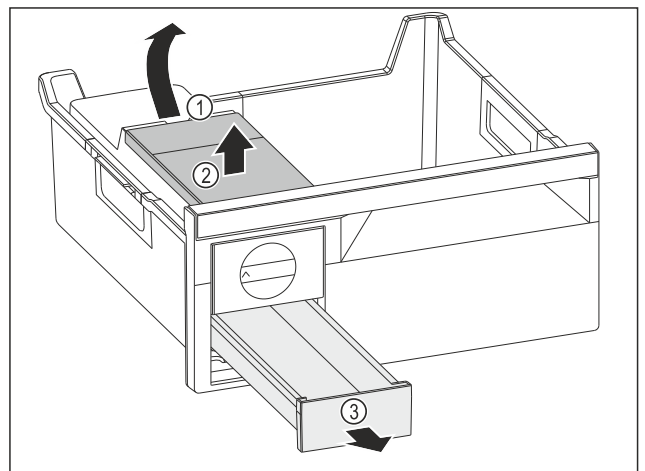

Fig. 171
- ▶ Vesisäiliön poistaminen: Nosta vesisäiliötä syvennyksestä Fig. 171 (1).
- ▶ Ota vesisäiliö Fig. 171 (2) ylöspäin pois.
- ▶ Ota jääkuutiolokero Fig. 171 (3) eteenpäin pois.